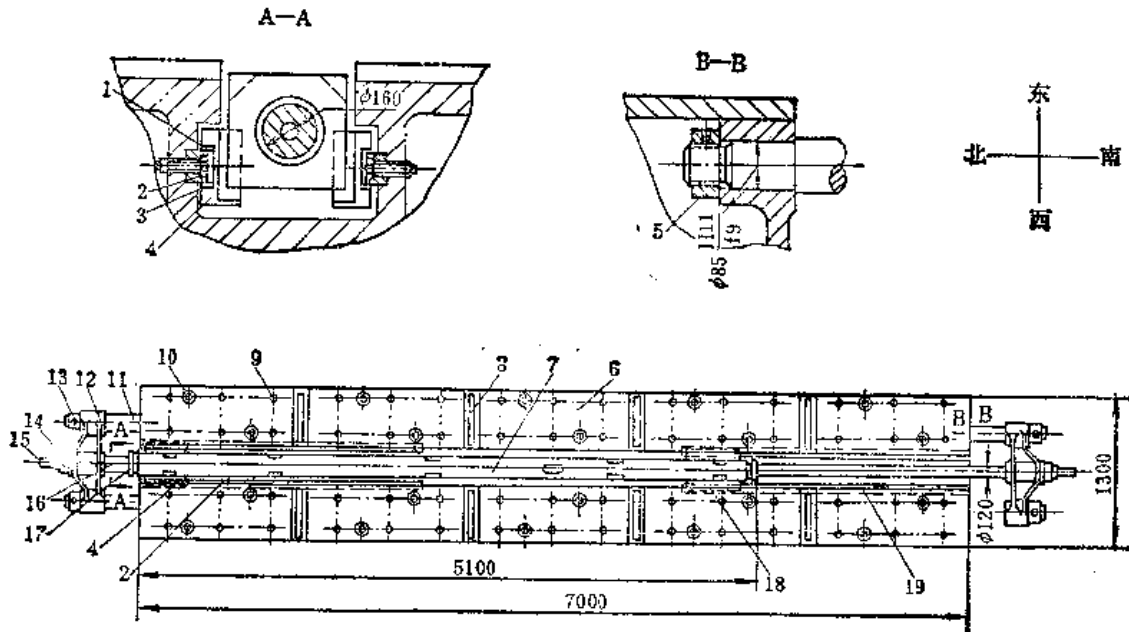

图13-2-24 移动缸及滑板的拆卸
8) 移动缸及滑板的拆卸: 如图 13-2-24 所示。先拆两端的移动缸柱塞, 为此须先拆进水管 15